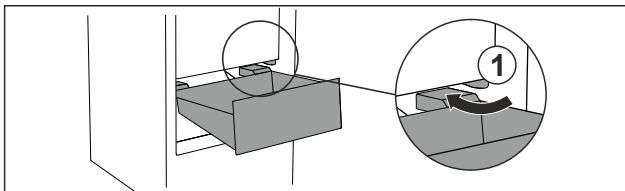

Fig. 92
- ▶ Lade schuin rond de stoppers Fig. 92 (1) leiden.